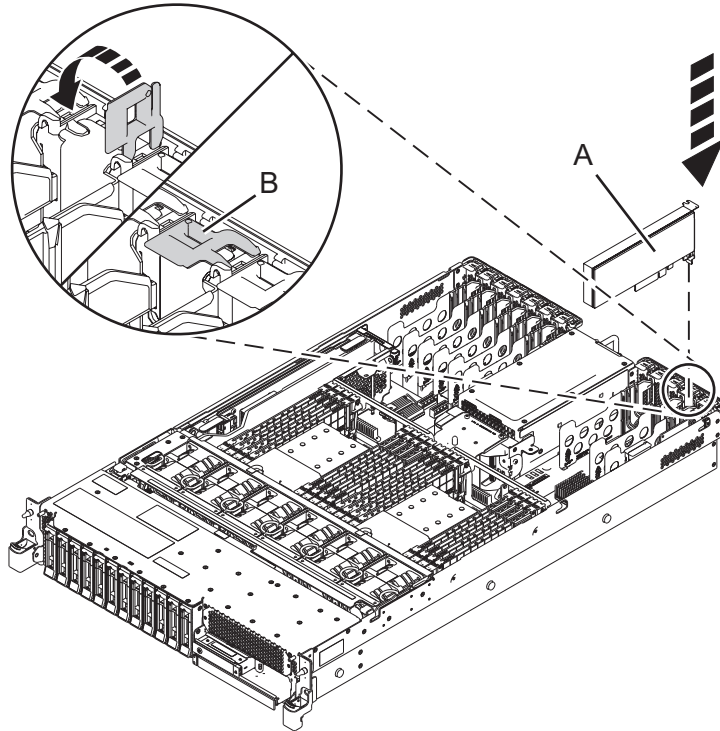

Figure 22. Installation ou remise en place d'une carte PCIe dans le système 5148-21L, 5148-22L, 8247-21L, 8247-22L, 8284-21A ou 8284-22A
7. Si le loquet de la carte (**B**) sur l'emplacement cible n'est pas déjà en position ouverte, mettez-le en position ouverte en le tirant vers l'extérieur de sa patte située à l'arrière du système, comme illustré dans la figure 22, à la page 38.
8. Saisissez avec précaution le bord supérieur ou la contre-poupée de la carte et alignez la carte avec l'emplacement et son connecteur sur le fond de panier du système (**A**), comme illustré dans la figure 22, à la page 38.
10. Pour verrouiller la carte dans son emplacement, tournez son loquet (**B**) dans la direction illustrée dans figure 22, à la page 38.